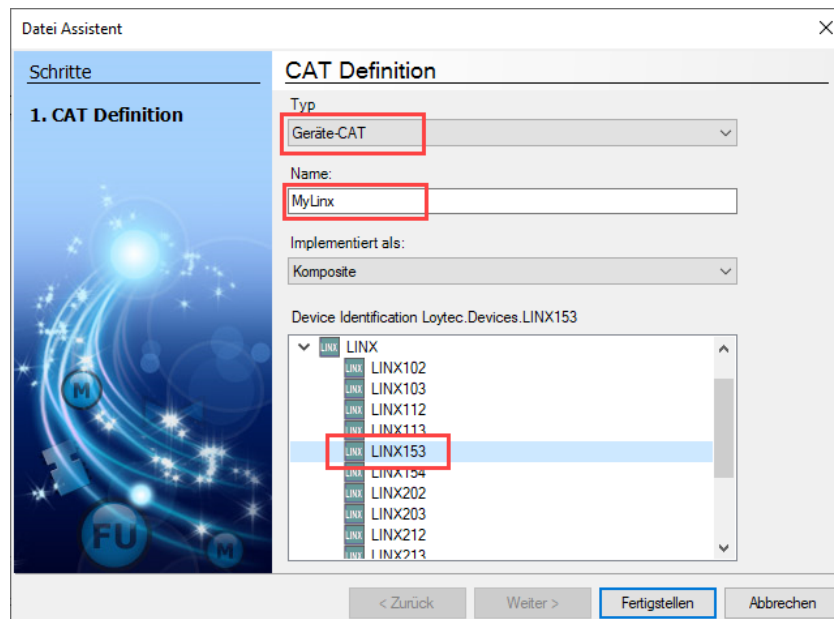

Abbildung 48: Erstellen eines neuen Geräte-CAT.
17. Im nächsten Schritt muss ein Gerätetyp erstellt werden. Wählen Sie in der „KickStart“-Projektmappe **CAT** → **Application** aus. Klicken Sie dann mit der rechten Maustaste und wählen Sie **Neues Objekt**. Wählen Sie **Geräte-CAT**, geben Sie einen Namen ein und wählen Sie das Gerätemodell, z.B. LINX-153, wie in Abbildung 48 dargestellt.